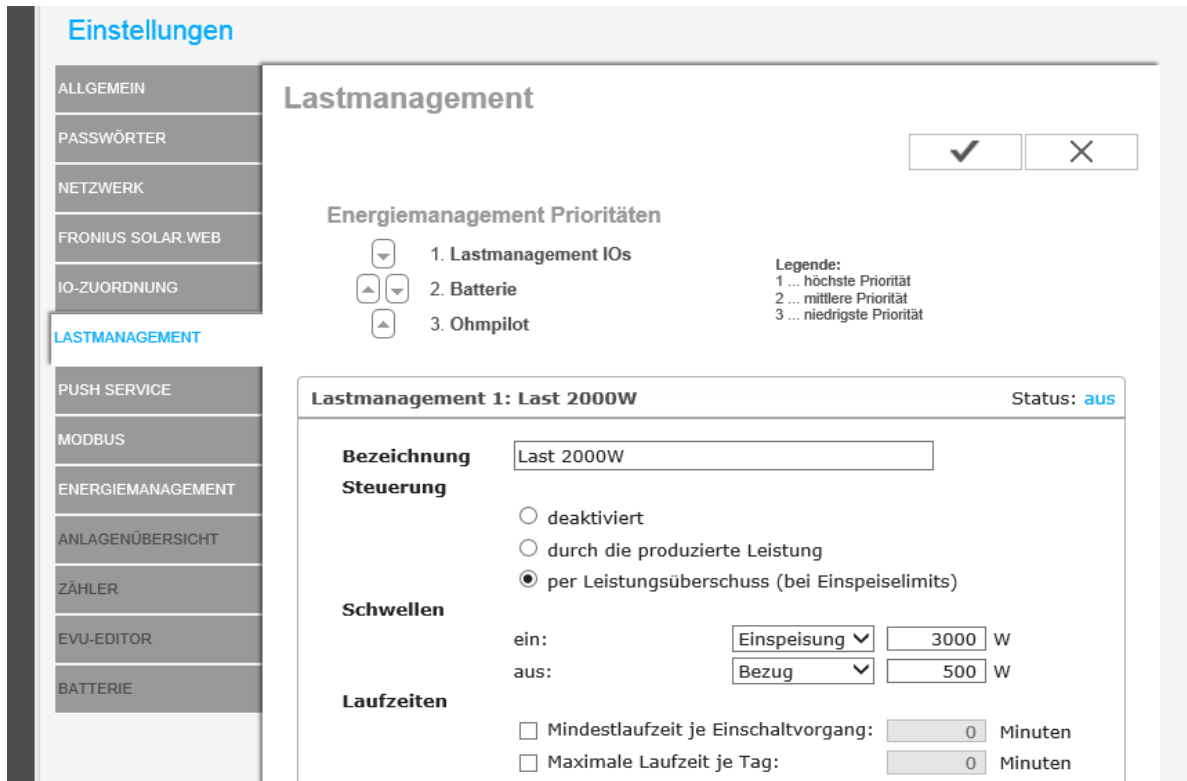

Abbildung 5a: Lastmanagement Einstellungen am WEB-Interface des SnapINverters
- Einstellungen der Schwellwerte unter dem Punkt Lastmanagement vornehmen. Abbildung 5a, 5b